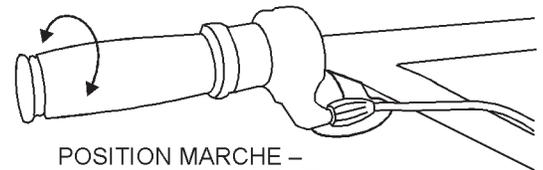

Figure 7. Papillon des gaz
1. Réglez le **papillon des gaz** (Figure 7) sur la position « idle » (ralenti) en faisant tourner la poignée vers l'opérateur et en s'éloignant du moteur (vers l'extérieur).